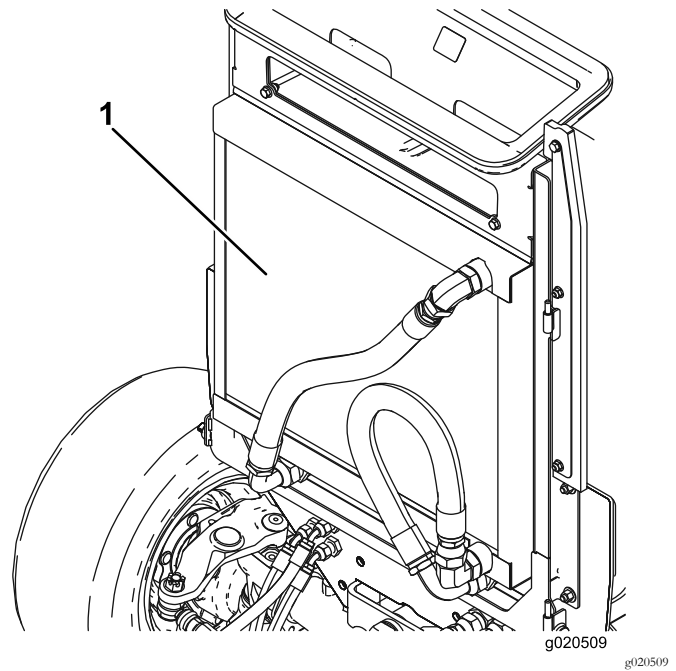

Bild 63
3. Reinigen Sie beide Seiten des Ölkühlers und des Kühlers gründlich mit Druckluft (Bild 63). Blasen Sie Rückstände von vorne nach hinten heraus. Reinigen Sie dann von hinten und blasen Sie nach vorne. Wiederholen Sie die Schritte mehrmals, bis alle Rückstände entfernt sind.